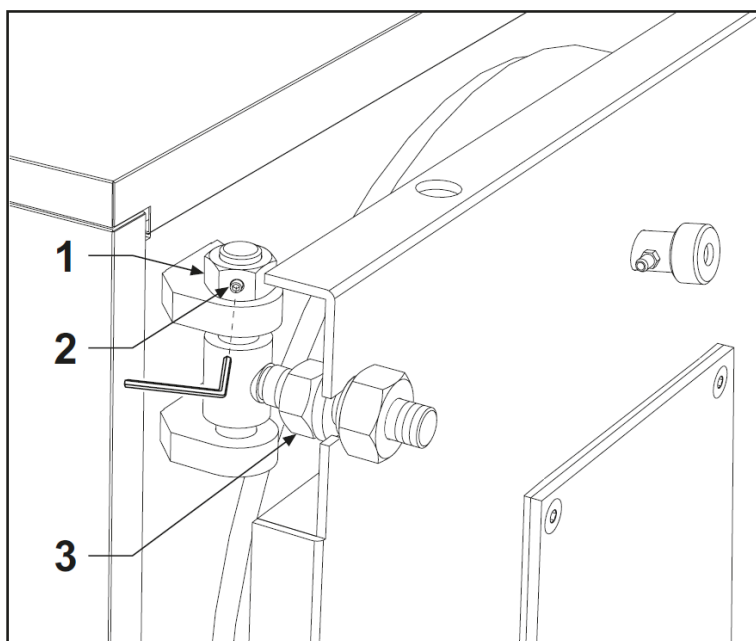

fig. 12
- La regulación de la altura de la puerta se efectúa con la tuerca (pos. 1); terminada la regulación, bloquear los tornillos prisioneros (pos. 2 - fig. 12).
- La regulación longitudinal de la puerta se efectúa con el tornillo pos. 3 - fig. 12.